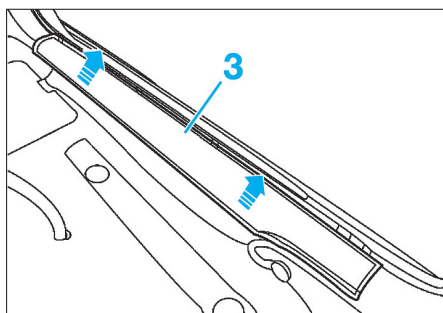

FIG. 22
- Dégrafer la garniture de bas marche (3) (Fig.22).